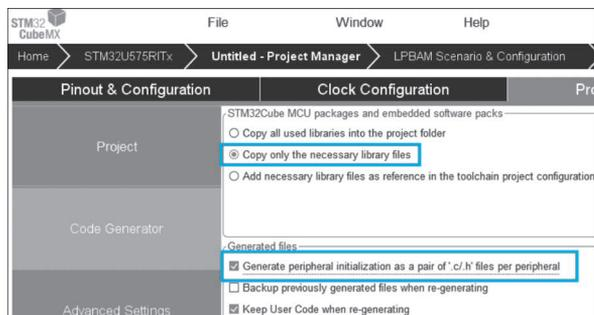

图 3.39 代码生成设置
(5) 在 Code Generator 栏目中,选中 Copy only the necessary library files 单选按钮,即只复制必要的文件,以便节省工程占用空间,提高生成速度,同时选中 Generate peripheral initialization as a pair of '.c/.h' files per peripheral 复选框,为外设分别生成.c和.h文件,如图 3.39 所示。